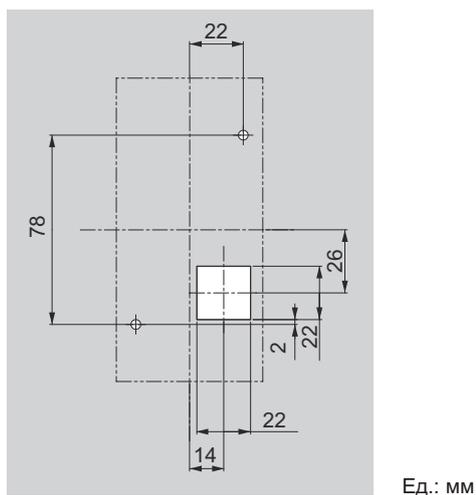

Рисунок 2.7 Размеры отверстий (Наружный/накладной монтаж)
1. Вырежьте отверстие в стенке шкафа для установки цифровой панели (см. Рис. 2.7).